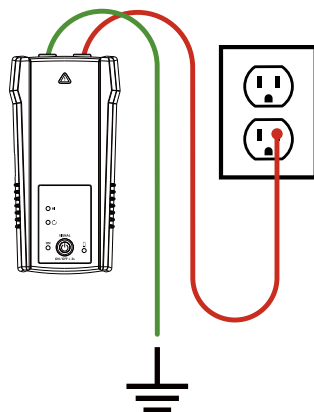

Figure 3.1a : Raccordement approprié avec mise à la terre séparée
2. Avec les câbles d'essai fournis en accessoires, raccordez le câble d'essai rouge au fil tracé, sous tension ou hors tension. Pour les prises électriques, assurez-vous de raccorder le câble d'essai au fil de ligne (alimenté). Sur les systèmes sous tension, le signal sera UNIQUEMENT transmis entre le côté charge auquel le transmetteur est raccordé et la source d'alimentation (voir Figure 3.1a).